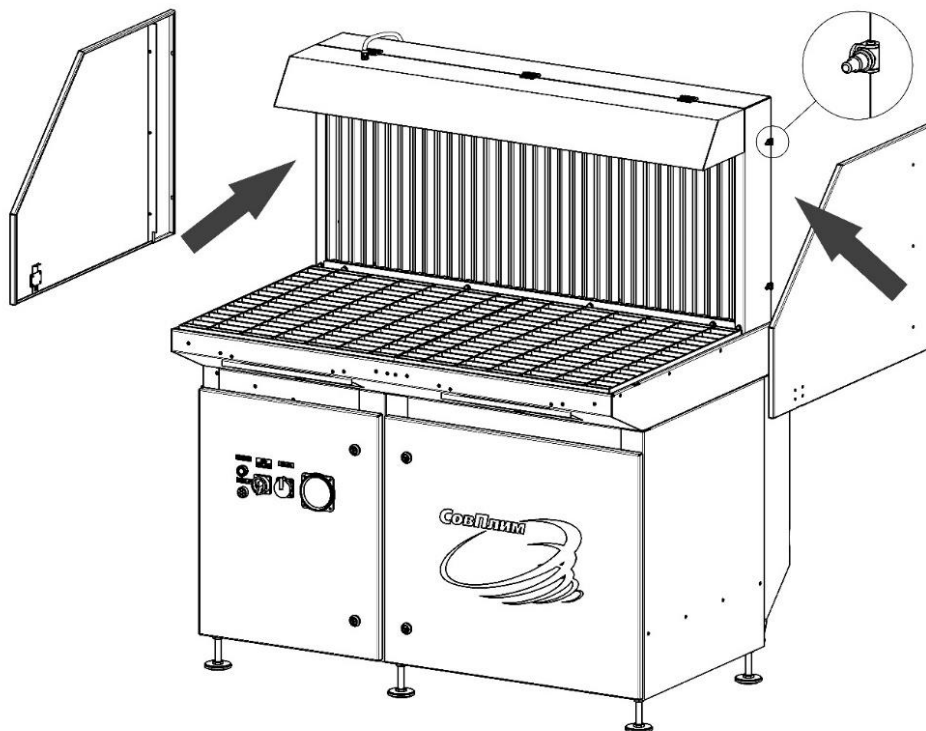

Рисунок 10
5.3.6 Установить на торцевых поверхностях вертикальной вытяжной панели стенки защитного ограждения. Предварительно в петлях ввёртнуть извлечь штифты, ввинтить полупетли в створки, совместить отверстия в полупетлях вытяжной панели и створок, закрепить штифтами (рисунок 10).